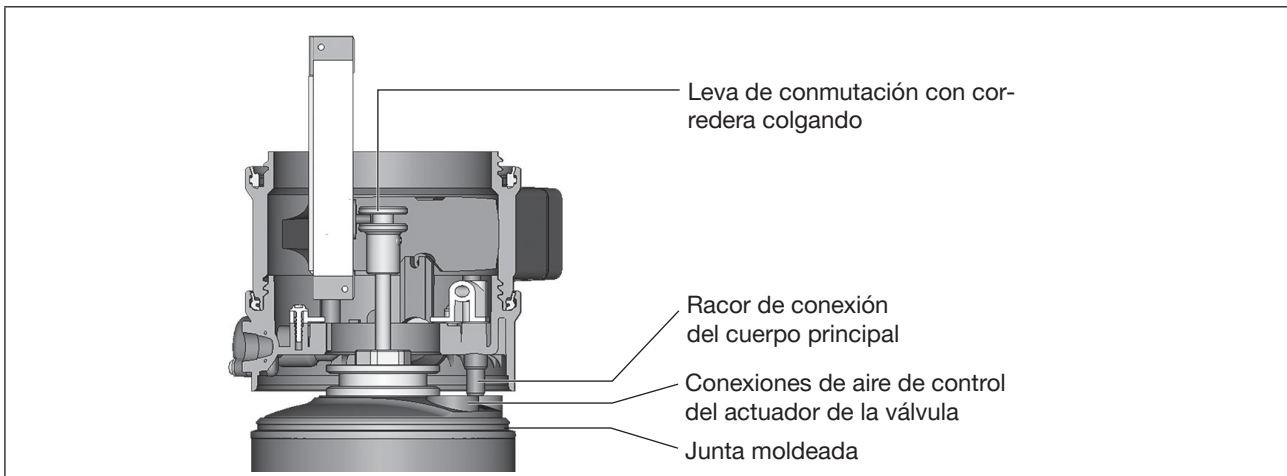

Imagen 12: Oriente el transductor de desplazamiento hacia el actuador
- Oriente los racores de conexión del cuerpo principal hacia las conexiones de aire de control del actuador de la válvula (consulte «Imagen 12»).